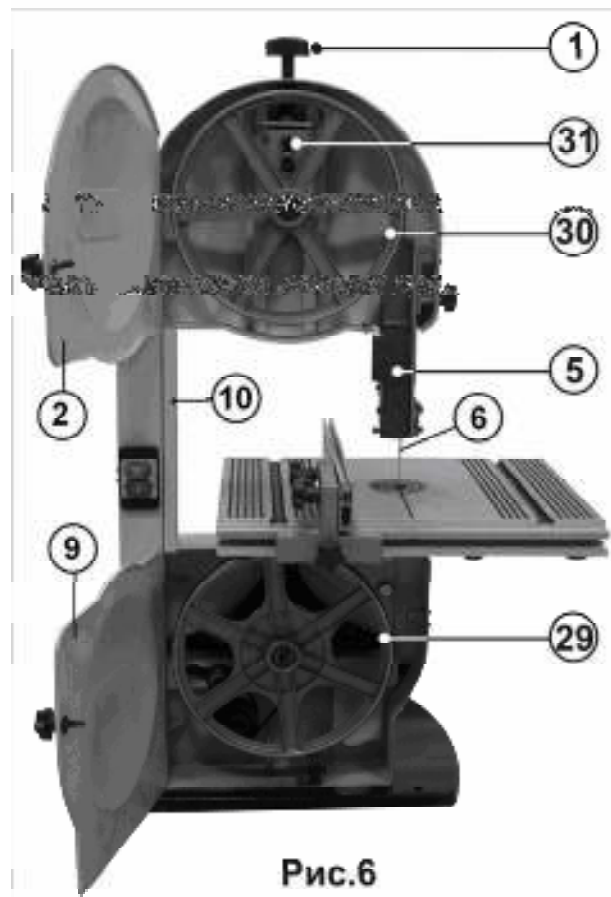

Рис.6
- С помощью жесткой щетки удаляйте смолу и опилки с колес (29) и (30), Рис.6. Не применяйте растворители.
12.3.7. При определенной тенденции «ухода» пильной ленты (6) в сторону, необходимо обратить внимание на ее заточку и развод зубьев. Целесообразно проконтролировать позиции подшипников (33) и подшипника (34), Рис.7, Рис.8, стабилизирующих траекторию движения пильной ленты (6) в рабочей зоне, проконтролировать устойчивость посадки пильной ленты (6) на ведущем и направляющем колесах (29) и (30), Рис.6.
12.4.2. Для уменьшения прилипания алюминиевых стружек к пильной ленте (6), Рис.2, при работе с профилем применяйте смазку (при отключенной от электросети пиле). Проворачивая вручную колесо привода (29), Рис.6, натрите пильную ленту (6), Рис.2, воском.
13.1.1. За ручки (3) откройте замки верхнего и нижнего защитного кожуха (2) и (9), Рис 2, откройте их, освободив доступ к колесам (29) и (30), Рис.6.
13.1.3. Опустите ручкой (1) ползун (31) с закрепленным на нем верхним колесом (30), Рис.6.
13.1.4. Аккуратно возьмите кольцо пильной ленты (6) зубьями «на себя» (необходимо это делать в перчатках), введите пильную ленту (6) в прорезь несущей колонны (10), накиньте пильную ленту (6) на верхнее направляющее колесо (30), Рис.6, пропустите её между стабилизирующими подшипниками (33) и (34) и ограничителями (32),
13.1.5. Рукояткой (1) поднимите верхнее колесо (30), обеспечивая легкое натяжение пильной ленты (6), Рис.6.
13.3. Уход за поверхностью колес (Рис.6).
11.1. Стабилизация ленты на ведущих колесах, натяжение пильной ленты (Рис.3, Рис.6)
11.2. Позиционирование пильной ленты (Рис.6, Рис.7, Рис.8)
Привод пильной ленты (6), Рис.2, осуществляет электродвигатель (22), Рис.3, через двухступенчатый шкив редуктора и ременную передачу на нижнее колесо (29), Рис.6.
11.3.1. Отключите пилу от источника электрического тока. Откройте нижний защитный кожух (9), Рис.2; за спицами приводного колеса (29), Рис.6, должен быть виден ремень. Его натяжение, состояние «ручейков» рабочей поверхности необходимо контролировать.
- снимите фиксирующую шайбу с оси приводного колеса (29), Рис.6;
- Снимите колесо (29), Рис.6. (Если состояние ремня удовлетворительное, Вам требуется просто увеличить его натяжение, вращая винт (20), Рис.3, по часовой стрелке).
11.3.5. Зафиксируйте колесо (29), Рис.6, на оси стопорной шайбой.
Проверните колеса привода (29) (30), Рис.6, вручную, обращая внимание на стабильность и посадку пильной ленты (6) на колесах (29) (30). Закройте защитные кожухи (2) и (9), включите пилу на 2 минуты без нагрузки. После остановки пильной ленты (6) вновь проверьте ее положение на колесах (29) (30), Рис.6.
11.4.2. Каждое из этих колес имеет возможность некоторой регулировки плоскости вращения. Плоскость вращения нижнего ведущего колеса (29), Рис.6, задается винтами (19), Рис. 3. Верхнее направляющее колесо (30) крепится на коленчатом ползуне (31) с возможностью перемещения по высоте (для регулировки натяжения пильной ленты (6)) за счет резьбовой тяги через ручку (1), Рис.6; плоскость его вращения регулируется винтом (14), Рис.3.
11.4.3. Для обеспечения жесткости движения пильной ленты (6) в рабочей зоне при пилении, для предотвращения ее закручивания и смещения имеются дополнительные элементы стабилизации: верхняя подвижная направляющая (5) с подшипниками (33), на которые опирается пильная лента (6) и нижний стабилизирующий узел с подшипником (34) и двумя ограничителями (32), Рис.6, Рис.7, Рис.8. Все подшипники посажены на регулируемые эксцентриковые оси.
12.2. Применение пылесборника (Рис.2, Рис.3, Рис.6). При существенных объемах работы применение пылесоса обязательно. Отсутствие принудительного отбора опилок и пыли из нижнего защитного кожуха (9) будет отрицательно сказываться на работе пилы. Внутренний объем нижнего защитного кожуха (9) необходимо периодически очищать, следить за состоянием щетки очистки нижнего колеса (29), регулируя ее положение по мере истирания ворса. Пылесос необходимо подключать к патрубку (21).